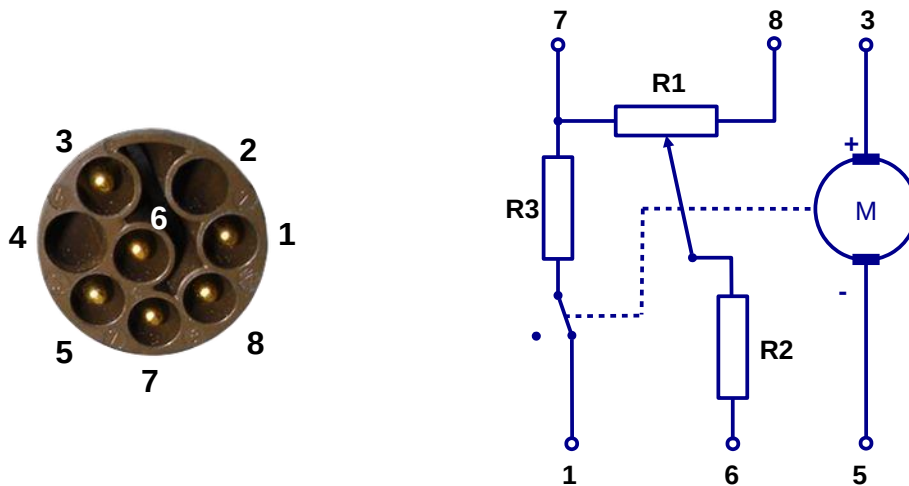

Bild 1: Schaltplan und Steckerbelegung der Drosselklappe
Die Wellen der Klappen sind mit einem Potentiometer (Meldepoti) verbunden, das den jeweiligen Öffnungswinkel an das EML Steuergerät zurückmeldet. Zusätzlich ist ein mit einem Vorwiderstand versehener Winkelschalter integriert, der bei 17° öffnet. Ein Schaltplan ist in Bild 1 wiedergegeben. Die Werte der Widerstände können von DK zu DK unterschiedlich sein [4][5]. Im Pedalwertgeber ist ebenfalls ein Winkelschalter eingebaut, der allerdings bei 9° schließt. Beide haben keinen Einfluss auf die Funktion, sie dienen nur der Logiküberwachung. Im Normalbetrieb sollten beide nicht gleichzeitig geöffnet sein. Wenn dies jedoch der Fall ist, reduziert das EML Steuergerät die Motorleistung durch Schließen der Drosselklappen.
Will man noch einen Schritt weiter gehen und auch das unter der Trägerplatte liegende Getriebe reinigen, muss man die Schleiferarm entfernen. Dieser kann nach oben abgezogen werden, er ist einfach auf die Welle gepresst. Vor dem Ausbau sollte man die Position des Schleiferarms mit einer Anreißnadel o.Ä. markieren. Zum Abziehen ist ein Werkzeug hilfreich, das vorsichtig (!) zum Einsatz kommt. Möglichkeit: Ein kleiner Nagelheber der auf den Achsdurchmesser erweitert und vorne flach geschliffen ist. Damit kommt man leicht unter den Schleiferarm und kann ihn ganz elegant und schonend nach oben von der Achse drücken. Denn wer dieses kleine unscheinbare Teil kaputt macht, braucht eine neue Drosselklappe oder eine anderweitig defekte nicht mehr reparierbare mit intaktem Schleiferarm. Der Torx-Antrieb in der Mitte (4) des Schleiferarms dient dazu, später den Schleiferarm so zu justieren, dass zwischen PIN 1-7 bei einem Öffnungswinkel der Drosselklappe von 17°-18° der Widerstand unendlich ist. Da man nach dem Zusammenbau Zugang zu dem Torx-Antrieb braucht, ist der Gummistopfen, der das Loch für den nicht vorhandenen PIN 4 des DK-Steckers (siehe Bild 1) verschließt, von der Platinenseite mit einem 5mm Durchschlag vorsichtig nach außen heraus zu drücken.